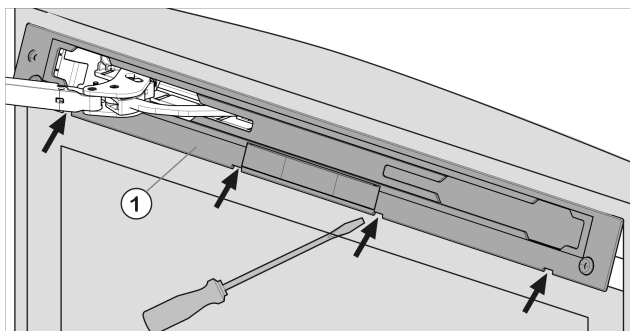

Fig. 54
- Desenganche el panel Fig. 54 (1) con el destornillador para tornillos de cabeza ranurada y retírelo.